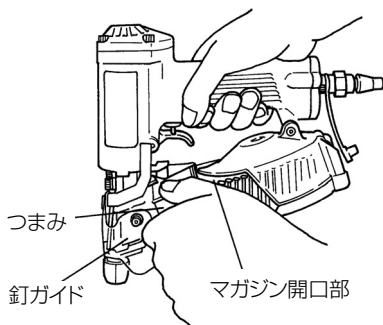

図 10
(2) 釘ガイド内に釘を装てんする
- 釘ガイドとつまみに指を掛け、つまみを下へ押しそのまま左へ開いてください。(図 10)